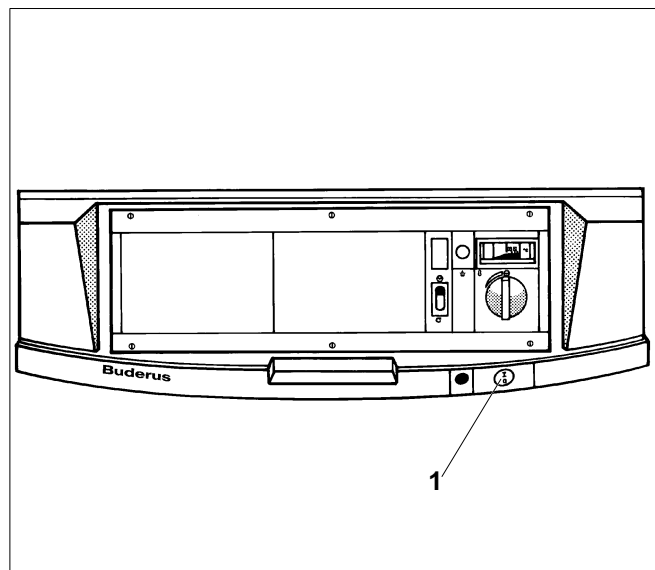

Fig. 32 Appareil de régulation
- Placer l'interrupteur de service (fig. 32, **pos. 1**) en position 0 (Arrêt) (fig. 32).